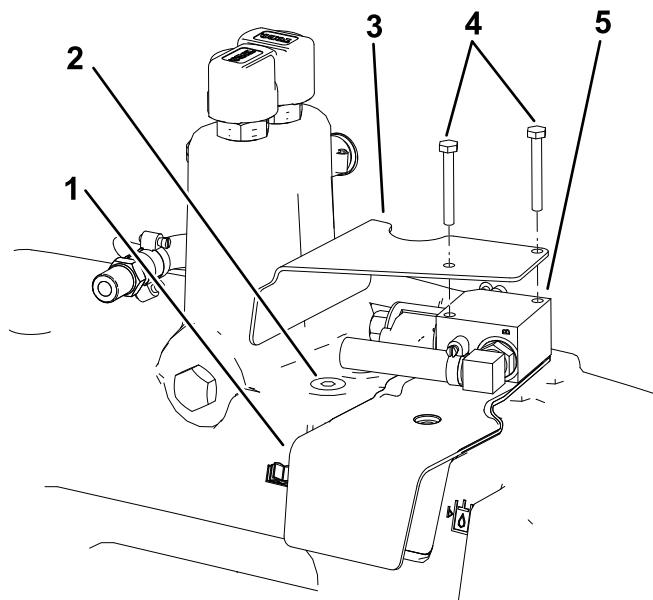

Figura 8
1. Válvula de solenoide 2. Acoplamientos hidráulicos de 90° (2)
5. Instale el acoplamiento hidráulico de 90° con reborde en el depósito hidráulico principal (Figura 8).